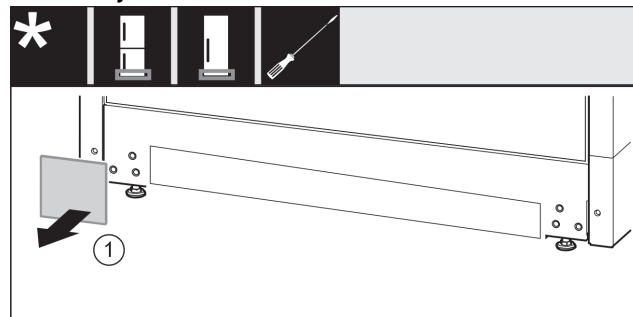

Fig. 17
- ▶ Skinite pokrov. Fig. 17 (1)